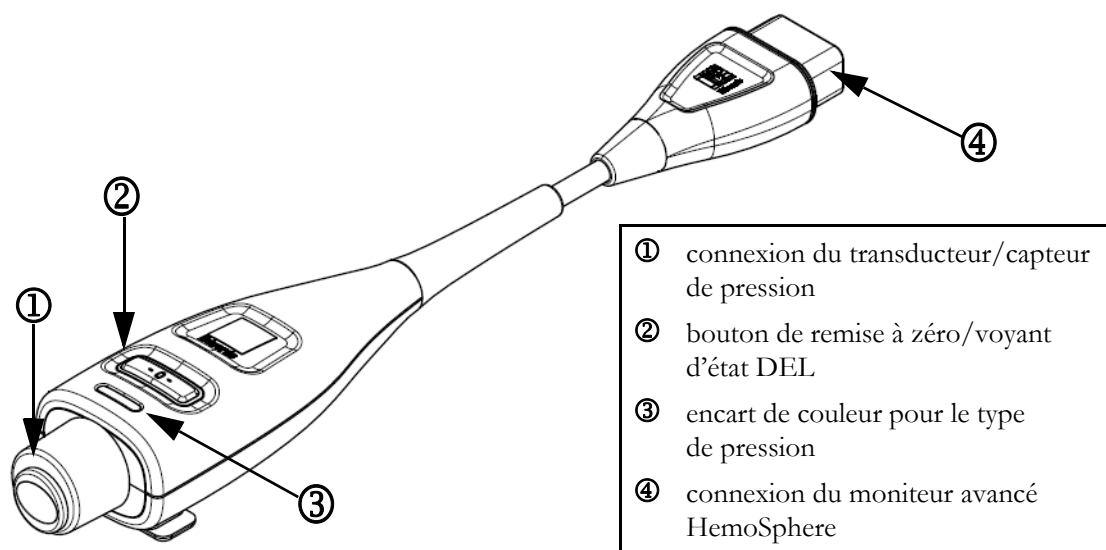

Figure 10-1 Câble de pression HemoSphere
Le câble de pression HemoSphere est un dispositif réutilisable qui se connecte au moniteur HemoSphere à une extrémité ④ et à tout transducteur de pression à usage unique (DPT) ou capteur Edwards à usage unique homologué à l'autre extrémité ①. Voir figure 10-1 à la page 164. Le câble de pression HemoSphere enregistre et traite un unique signal de pression à partir d'un TruWave DPT (transducteur de pression à usage unique TruWave) compatible, comme par exemple le TruWave DPT, ou d'un capteur FloTrac. Un capteur FloTrac ou Acumen IQ se raccorde à un cathéter artériel existant pour fournir des paramètres hémodynamiques à partir de sources peu invasives. Un transducteur TruWave peut se raccorder à n'importe quel cathéter de surveillance de la pression compatible pour fournir une pression intravasculaire à partir d'un emplacement. Se reporter au mode d'emploi fourni avec chaque cathéter pour obtenir des instructions spécifiques sur la mise en place et l'utilisation du cathéter, ainsi que les mises en garde, avertissements et remarques. Le câble de pression HemoSphere peut être surveillé grâce à deux modes de surveillance technologique basés sur le couple capteur/transducteur : mode de surveillance avec capteur **FloTrac** ou **Acumen IQ** ou mode de surveillance avec cathéter de **Swan-Ganz**. Le mode de surveillance apparaît en haut de la barre de navigation (voir figure 5-2 à la page 80). L'apparence et les points de raccordement du câble de pression HemoSphere sont illustrés sur la figure 10-1.
Encart de couleur du type de pression. Si nécessaire, il est possible d'utiliser l'encart de couleur adéquat, sur le câble de pression, pour indiquer le type de pression surveillé. Consulter paragraphe ③ à la figure 10-1 ci-après. Les couleurs sont les suivantes :
- Rouge pour la pression artérielle (PA)
- Vert pour le débit cardiaque (DC)
- 7 Effectuer un mouvement direct de branchement ou débranchement pour raccorder le connecteur vert du capteur FloTrac amorcé. La DEL du câble de pression qui entoure le bouton de remise à zéro (voir ② à la figure 10-1) émet une lumière verte clignotante pour indiquer que le capteur de pression est détecté. Une lumière jaune indique une situation d'erreur. Si cela se produit, consulter la barre d'état pour connaître les détails de la situation d'erreur.
Appuyer sur le bouton zéro  directement sur le câble de pression pendant trois secondes (voir figure 10-1).